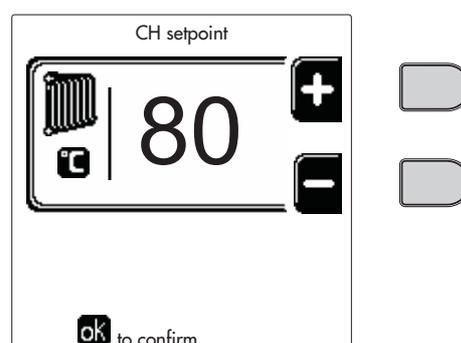
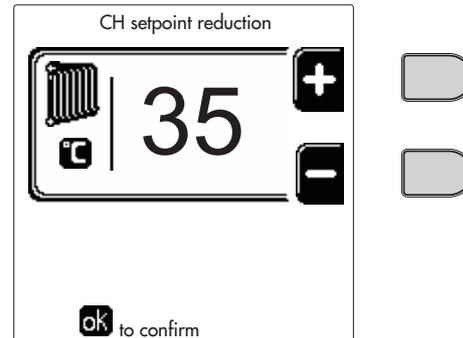
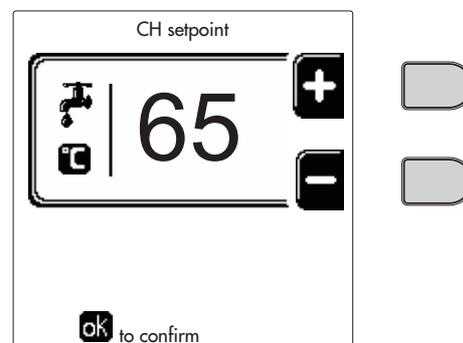
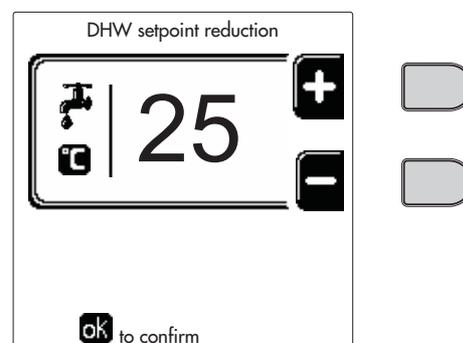

fig. 14
fig. 15
fig. 16
fig. 17
- **ON**. In caso di richiesta Riscaldamento/Sanitario, la caldaia lavora alla Temperatura di Regolazione Riscaldamento/Sanitario (fig. 14/fig. 16) impostata.
- **••**. In caso di richiesta Riscaldamento/Sanitario, la caldaia lavora alla Temperatura di Regolazione Ridotta. La temperatura Ridotta si ottiene sottraendo il valore della Temperatura Regolazione Riduzione (fig. 15/fig. 17) alla Temperatura di Regolazione Riscaldamento/Sanitario (fig. 14/fig. 16) impostata.